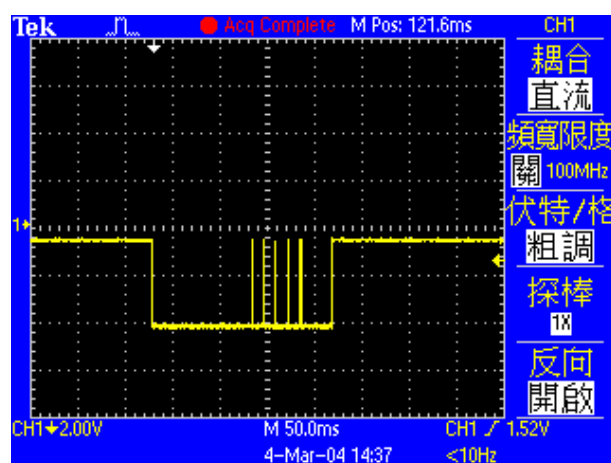
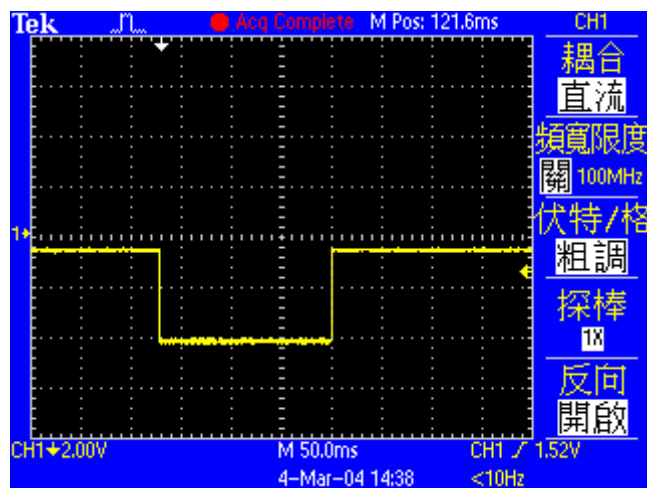

図 5.6.2 “Debounce time” が 0 ms の時の In-position 信号
図 5.6.3 “Debounce time” を 3 ms にした時の In-position 信号
- (1) 「Target Radius」を固定し、「Debounce time」を0 msに設定した後、図 5.6.2に示すように、モーターを距離だけ動かして、オシロスコープの「In-Position」信号を観察します。「In-Position」が達成されると、信号は高レベルになります。それが達成されないとき、信号は低レベルです。図 5.6.2から、モーターが目標位置の近くに移動すると、6つの突出したパルスが確認できます（最後の2つはより近くにありますが）。各突出パルスの高レベルの持続時間を観察すると、最初のパルスは約1.5ミリ秒、2番目のパルスは約1.4ミリ秒、3番目のパルスは約1.4ミリ秒、4番目のパルスは約1.3ミリ秒、5番目のパルスと6番目のパルスは約1.3ミリ秒です。1つは約1ミリ秒です。
- (2) 図 5.6.2を見ると、最も広い突出パルスは1.5msです。そのため、「Debounce time」はこの値より大きく設定できます。安全率を考慮した上で、「Debounce time」を3msに設定してください。モーターを少し動かしてみます。「In-Position」信号は図 5.6.3のようにになります。「In-Position」信号の不安定性が改善されます。
この方法は、上記の原点復帰モード（1）および（2）にのみ適用できます。「Home Offset」がゼロ以外の値に設定されている場合、元の状態で見つかった原点位置が距離だけオフセットされます。 この新しい位置が座標原点として採用され、モーターはこの原点位置に移動します。 たとえば、左右の条件が「None」でない場合、ドライバーは、図 5.6.3に示すように、新しい原点位置として、距離だけオフセットされた元の状態で見つかった原点位置である位置を取ります。「Home Offset」が正の場合、調整された原点は、元の状態で見つかった原点位置の右側にあります。 一方、負の場合